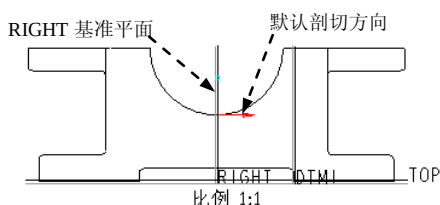
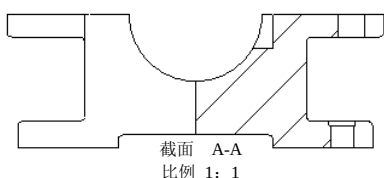

图 3.12.26 定义剖切方向
图 3.12.27 创建阶梯剖视图
Step6. 在工程图模式下, 创建阶梯剖视图。双击主视图, 系统弹出“绘图视图”对话框; 选取 **类别** 区域中的 **截面** 选项, 在 **剖面选项** 区域中选取 **2D 剖面** 单选项, 将 **模型边可见性** 设置为 **全部**; 然后单击 **+** 按钮, 在 **名称** 下拉列表框中选取剖截面 **A**, 在 **剖切区域** 下拉列表框中选取 **一半**; 单击 **选取平面**, 选取 RIGHT 基准平面, 此时视图如图 3.12.26 所示, 采用系统默认的剖切方向; 单击对话框中的 **确定** 按钮, 此时系统生成图 3.12.27 所示的阶梯剖视图。